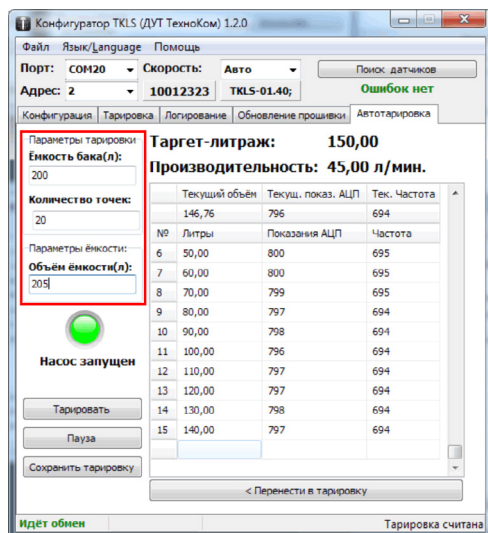

Рис.3. Вкладка «Автотарировка».
- Перед началом тарировки необходимо задать объем бака, в котором установлен тарируемый датчик. Настройка задается в поле «Емкость бака (л)» (Рис.3);
- Затем определить количество точек тарировочной таблицы (настройка «Количество точек», Рис.3). Максимальное значение – 50;
- В поле «Объем емкости (л)» (Рис.3) задать объем резервуара, из которого перекачивается топливо в бак с тарируемым датчиком.